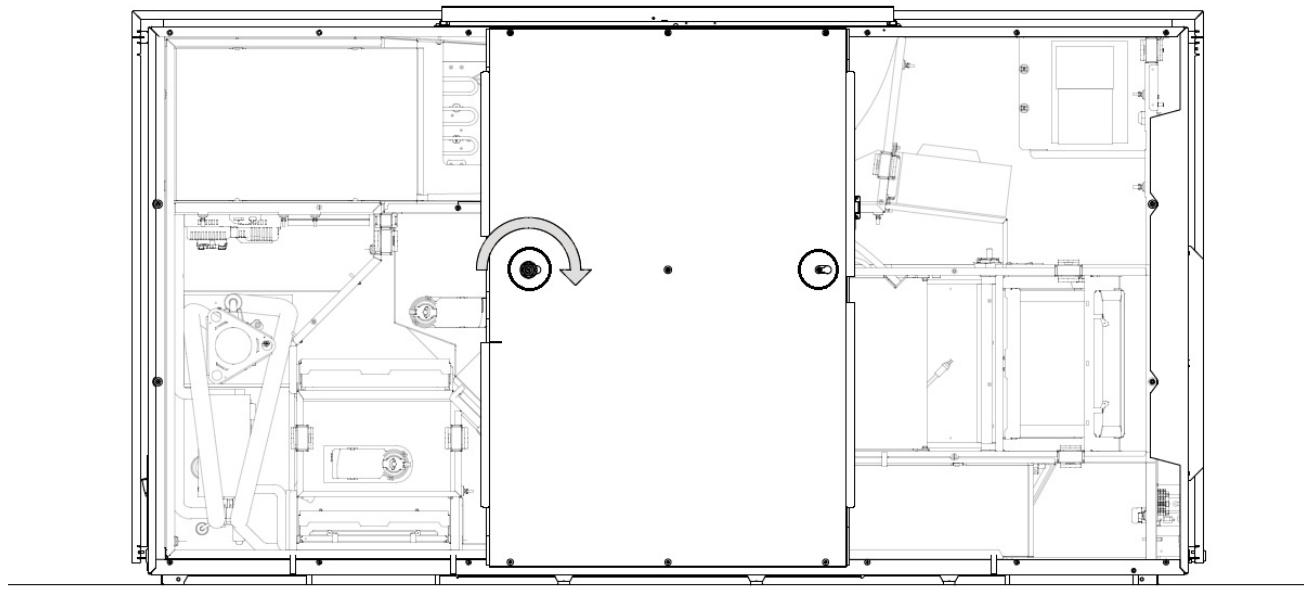

Abbildung 36: Anziehen der Schrauben
- Ziehen Sie die Schrauben im Schlüsselloch an, siehe Abbildung 36.